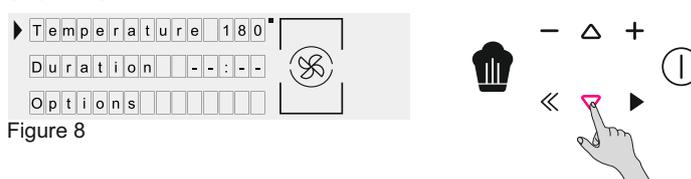

Figure 8
- Appuyez sur la flèche des OPTIONS pour modifier le temps de cuisson. Appuyez sur les touches (+) ou (-) lorsque la flèche de l'afficheur est sur l'onglet DURÉE. Appuyez sur OK pour démarrer la cuisson ou sur RETOUR pour revenir au réglage de la température. (Figure 8)